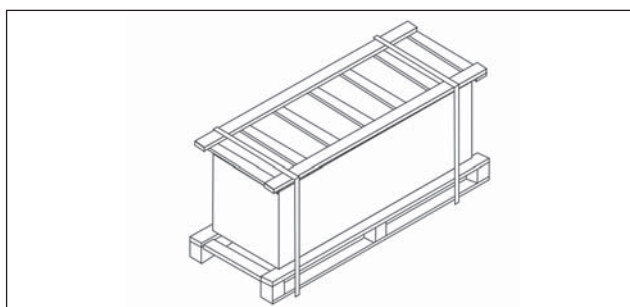

Рис. 9.2
1. Агрегат должен быть доставлен на место монтажа в заводской упаковке. Убедитесь в том, что упаковка не повреждена (Рис. 9.2.)